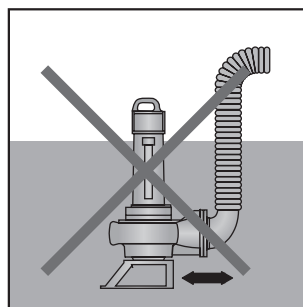

Рис. 2
2. При длительной работе насос при мобильном монтаже не должен оставаться незакрепленным на гладкой поверхности (рис. 2). Пусковой рывок, постоянные вибрации и колебания насоса будут постоянно двигать его по ровной поверхности. В таком случае насос должен быть закреплен на полу или фундаменте.